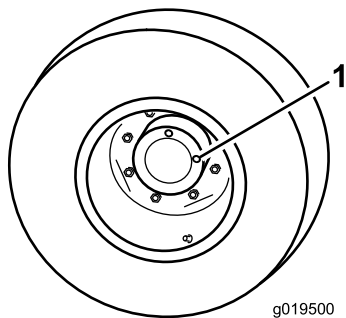

Bild 14
1. Wenn die Maschine auf einer ebenen Fläche steht, positionieren Sie das Rad so, dass eine Prüfschraube auf 12 Uhr und die andere auf 3 Uhr steht (Bild 14).
1. Prüf-/Ablassschraube (2)
2. Entfernen Sie die Schraube, die auf 3 Uhr steht (Bild 14).